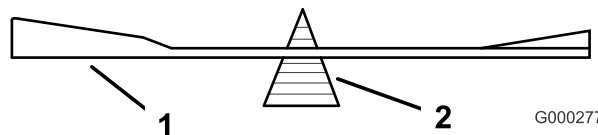

Figura 96
2. Controllate l'equilibrio della lama posizionandola su un bilanciatore (Figura 96).